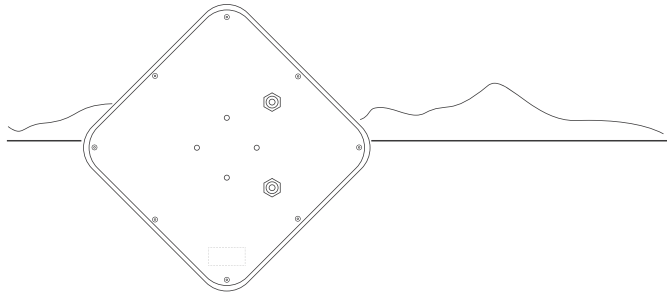

Рисунок 3 – Ориентация антенны относительно линии горизонта
- Закрепите Г-образную скобу (рис. 2, поз. 3) на корпусе антенны (рис. 2, поз. 1) с помощью входящих в комплект крепежа гаек и шайб. При этом совместите прорези в скобе и крепежные шпильки (рис. 2, поз. 2) таким образом, чтобы метка линии горизонта на наклейке для используемого стандарта связи совпадала с фактической линией горизонта (рис. 3).
- В подавляющем большинстве сетей 2G/ 3G/ 4G применяется X-поляризация радиоизлучения антенны в 45° к горизонтали (рис. 3).